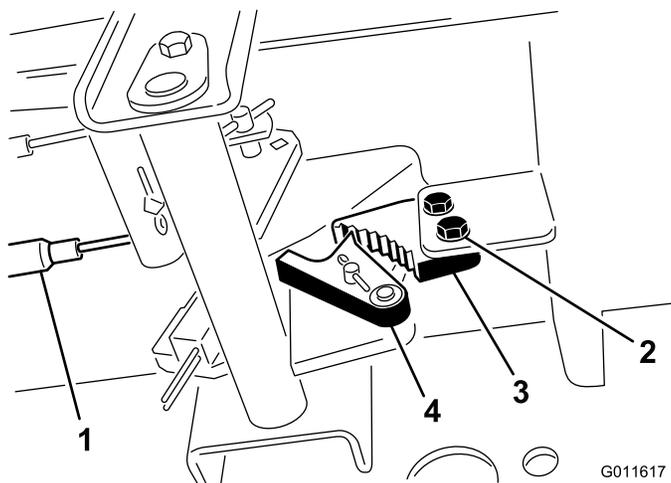

Figure 44
1. Desserrez les 2 vis qui fixent le cliquet du frein de stationnement au cadre (Figure 44).
2. Appuyez sur l'avant de la pédale du frein de stationnement jusqu'à ce que le verrou s'engage complètement sur le cliquet (Figure 44).